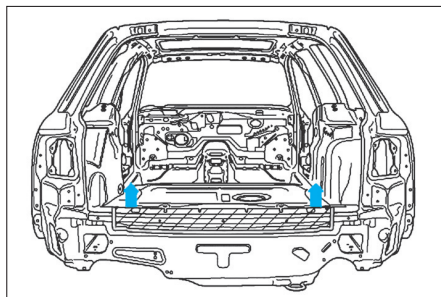

FIG. 57
- Tourner la pièce vers l'intérieur et l'extraire -flèches- (Fig.57).